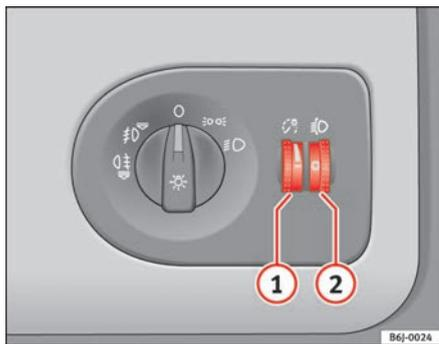

Fig. 51 Painel de instrumentos: reguladores da iluminação dos instrumentos, dos comandos e do alcance dos faróis
Com a luz acesa, é possível regular a intensidade da iluminação dos instrumentos e dos interruptores, rodando a roda recartilhada ⇒ **fig. 51 ①** continuamente.